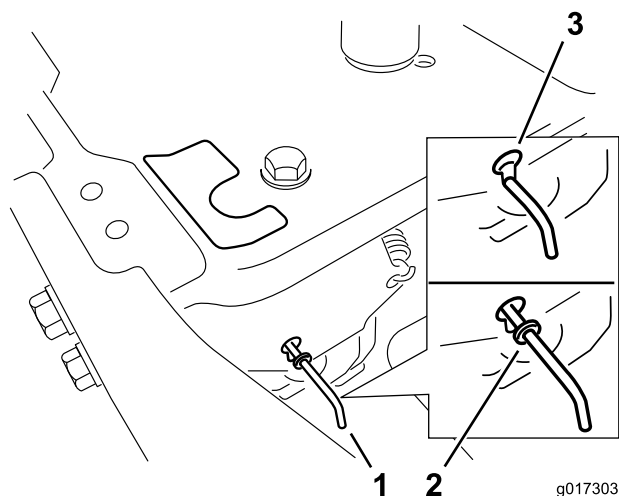

Figura 24
4. Mueva las palancas de desvío hacia delante a través del orificio y hacia abajo para bloquearlas en esa posición (Figura 24).
Mueva las palancas de desvío hacia atrás a través del orificio y hacia abajo para bloquearlas en esa posición, según se muestra en la Figura 24.